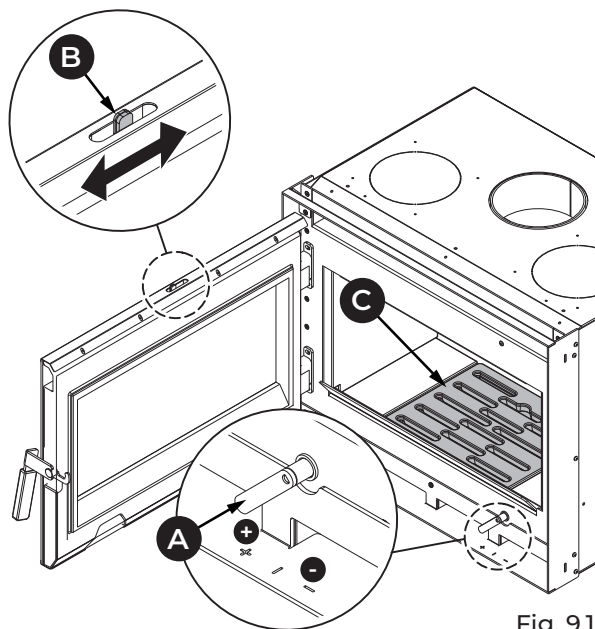

Fig. 9.1
- Aprire al massimo (+) il registro aria primaria (A) e pulizia vetro (B) (Fig. 9.1).
- Appoggiare con cautela i pezzi di legna nella griglia focolare (C) (Fig. 9.1).
- Mantenere il registro aria comburente (A) e pulizia vetro (B) aperti (+) per garantire una fiamma alta e luminosa.